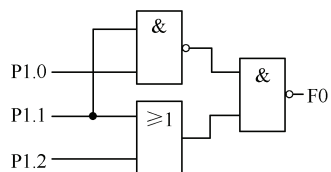

图 4.9 题 4.18 图
4.18 利用位逻辑指令，模拟图 4.9 所示硬件逻辑电路功能，试编写程序实现。